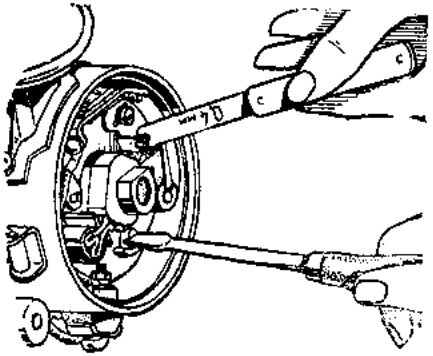

Рис. 42. Регулировка зазора в прерывателе.
1. Снимите крышку распределителя и ротор и проверьте величину зазора между контактами прерывателя. В случае необходимости отрегулируйте зазор (рис. 42). Поставьте ротор на место.